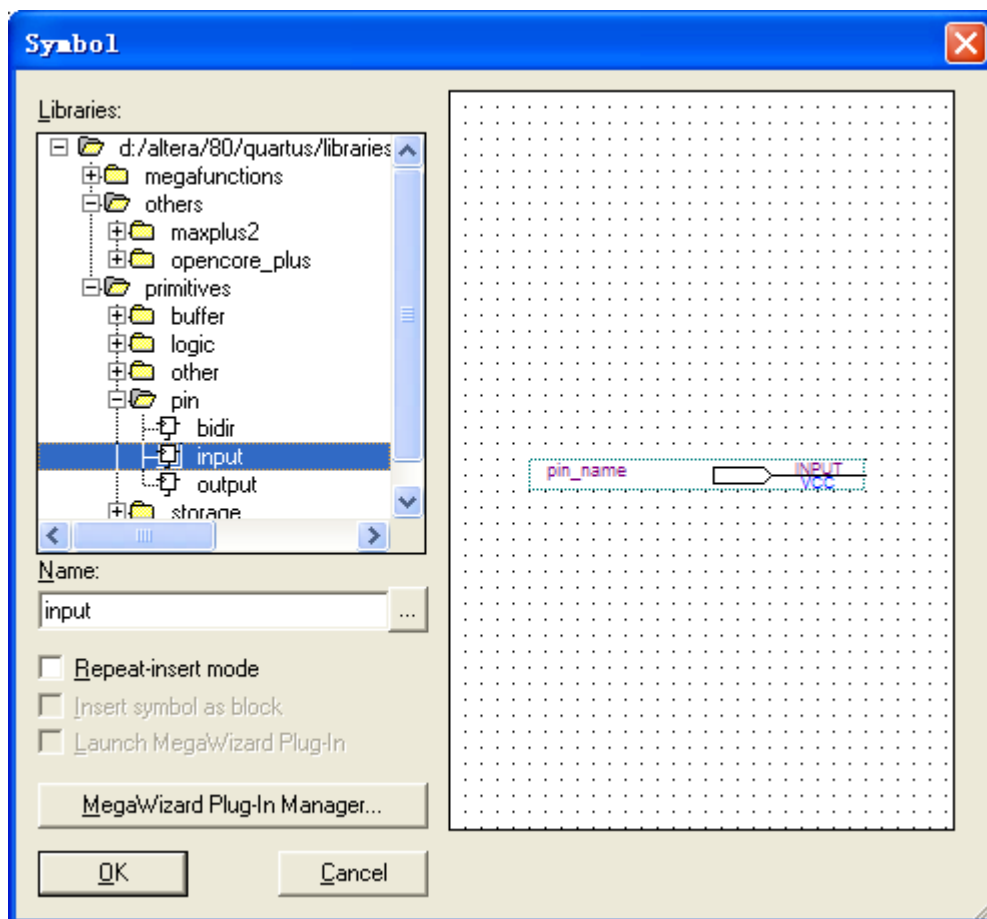
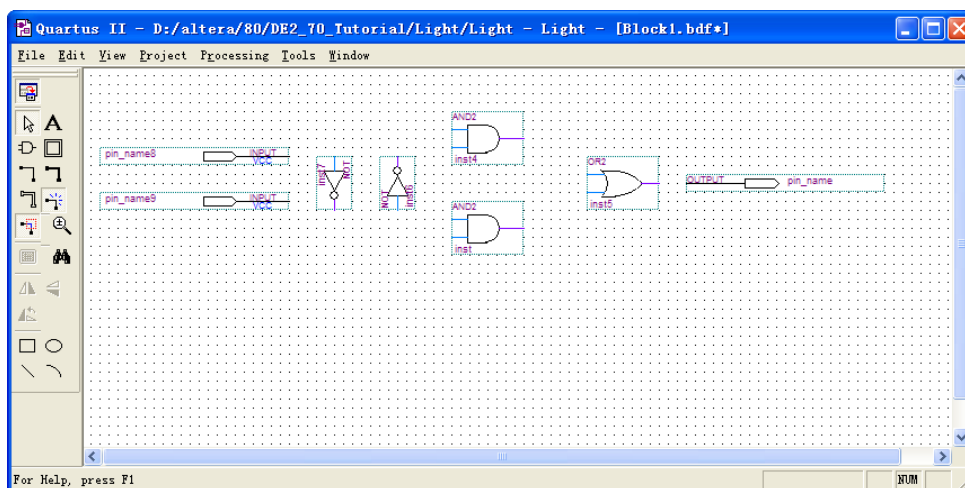

图 4-5 添加输入引脚
图 4-6 放置输入/输出引脚
5. 放置输入/输出引脚，位置在../primitives/pin/input 与../primitives/pin/output，参看图 4-5 与图 4-6。